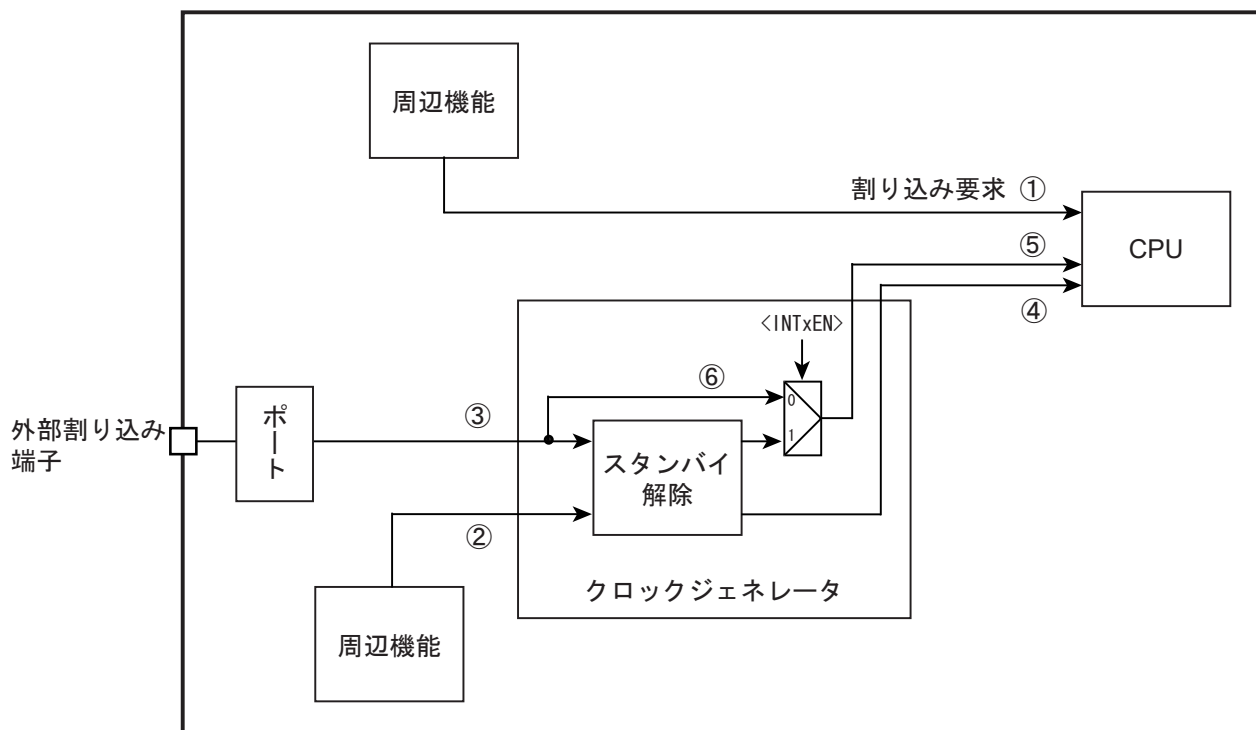

図 7-1 割り込みの経路
割り込み要求の経路を図 7-1 に示します。
外部割り込み端子からの入力信号は、入力ディセーブル(PxIE<PxmiE>="0")の場合"High"となります。また、外部割り込みをスタンバイ解除要因として使用しない場合（「図 7-1 割り込みの経路」の⑥の経路）、外部割り込み端子からの入力信号がそのまま CPU に伝わります。CPU は"High"入力を割り込みとして認識しますので、入力ディセーブルのまま CPU で該当する割り込みを有効にすると割り込みが発生します。